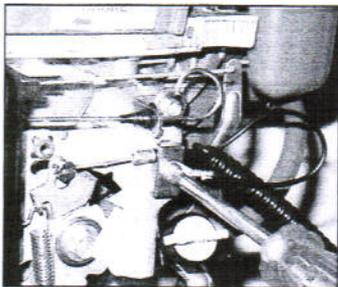

Fig. 8
3. Solo per il modello T-135HO: agganciare il cavo comando gas al nottolino della leva carburatore sul motore e fissare la guaina del cavo stesso al morsetto di fissaggio, in modo tale che il capocorda in ferro della guaina nera vada in battuta con il morsetto e garantisca così il corretto posizionamento del cavo (vedi fig 8). Controllare, a fissaggio completato, che si possa eseguire una corretta e progressiva accelerazione e che la leva del carburatore acceleri completamente fino a fermarsi in battuta.